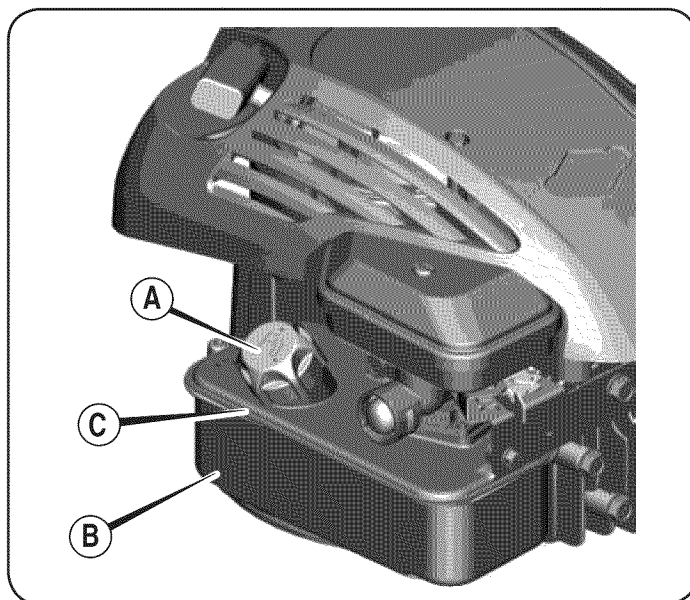

Figura 5
1. Limpie el área de la tapa de combustible de polvo y desechos. Retire la tapa de combustible (A). (Figura 5).